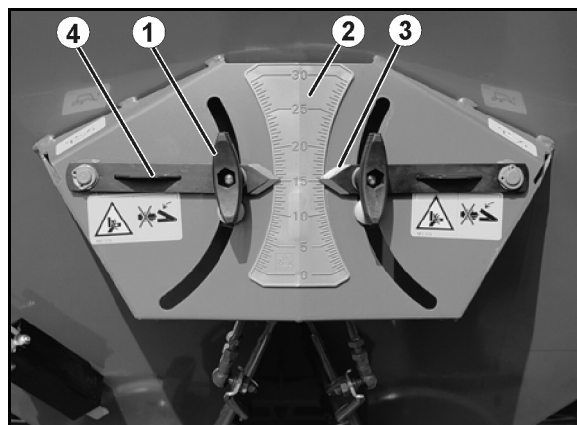

Bild 60
2. Lossa vingmuttern (Bild 60/1).
3. Leta upp det skalvärde för spjällens läge som hämtats ur spridningstabellen resp. bestämts med rivanordningen på skalan (Bild 60/2).
4. Ställ in avläsningskanten (Bild 60/3) på de båda reglerspakarna (Bild 60/4) på detta skalvärde.
5. Dra åt vingmuttern (Bild 60/1) ordentligt.